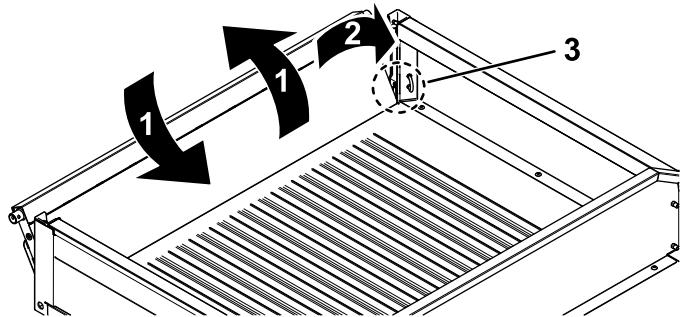

Figure 83
- Inclinez le hayon à environ 45° (Figure 83).
- Agitez légèrement le hayon pour le faire pivoter d'avant en arrière plusieurs fois (Figure 83).